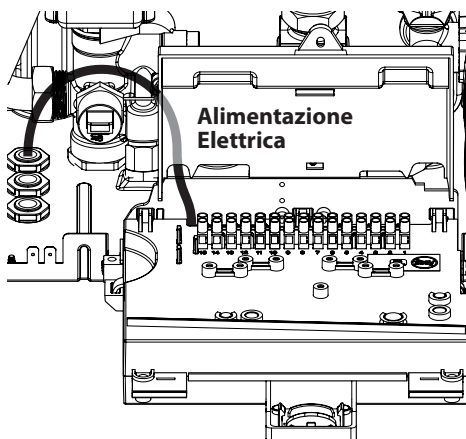

Figura 5.32
- Collegare il cavo di alimentazione elettrica all'interruttore onnipolare rispettando la corrispondenza della linea (filo marrone) e del neutro (filo azzurro) Figura 5.32.